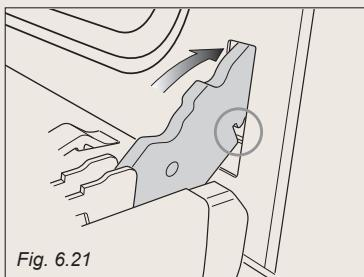

Fig. 6.21
2. Insérer le crochet des charnières (droite et gauche) dans son emplacement; s'assurer que la rainure soit dans sa logement (fig. 6.21).